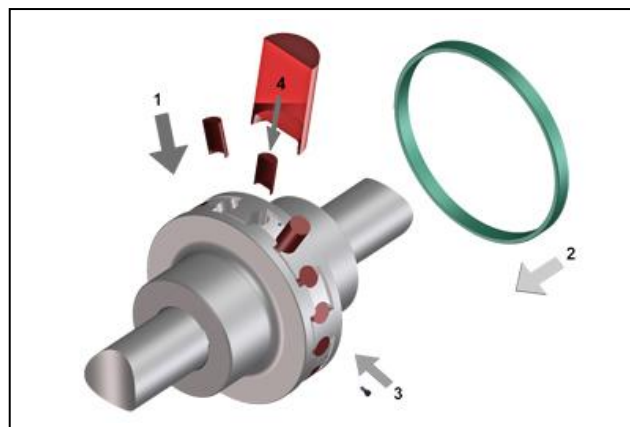

Bild 10
- Setzen Sie die neuen Puffer in der passenden Größe mit der Aushöhlung nach innen ein (Bild 10, Pos. 4).